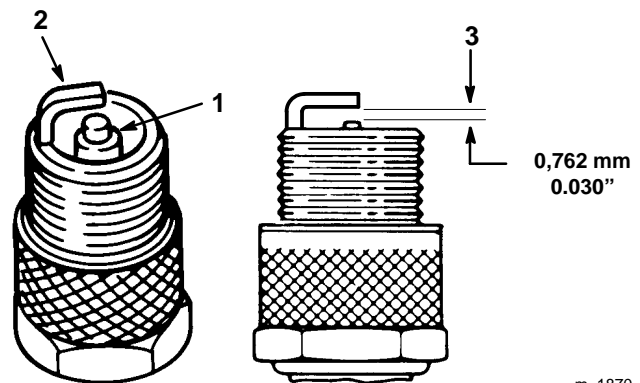

Abbildung 23
1. Auf die Mitte der Zündkerze sehen (Abb. 23). Wenn der Kerzenstein hellbraun oder grau ist, ist der Motor richtig eingestellt. Eine schwarze Schicht am Kerzenstein weist gewöhnlich auf einen schmutzigen Luftfilter hin.
2. Den Abstand zwischen der mittleren und der seitlichen Elektrode kontrollieren (Abb. 23). Wenn der Abstand nicht korrekt ist, die seitliche Elektrode verbiegen (Abb. 23).